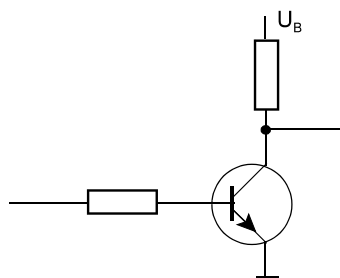

Abb. 3 Tranistorstufe
11. Eine Transistorstufe wird erprobt (Abb. 3). Es zeigt sich, daß der Transistor viel zu lange braucht, um auszuschalten (Speicherzeit). Schlagen Sie brauchbare Schaltungslösungen vor, um die Speicherzeit zu verringern (nur Prinzipien; keine Dimensionierung).